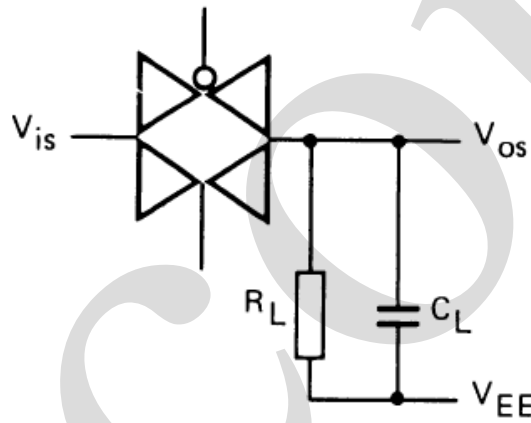

图 4
- $R_L=10K\Omega$ ;  $C_L=15pF$ ; 通道开;  $V_{is}=V_{DD (P-P)}/2$  (正弦波, 在  $V_{DD}/2$  处对称),  $f_{is}=1KHz$ ; 如图 4 所示
- $R_L=1K\Omega$ ;  $C_L=5pF$ ; 通道关;  $V_{is}=V_{DD (P-P)}/2$  (正弦波, 在  $V_{DD}/2$  处对称);  $20lg(V_{os}/V_{is})=-50dB$ ; 如图 4 所示
- $R_L=1K\Omega$ ;  $C_L=5pF$ ; 通道开;  $V_{is}=V_{DD (P-P)}/2$  (正弦波, 在  $V_{DD}/2$  处对称);  $20lg(V_{os}/V_{is})=-3dB$ ; 如图 4 所示